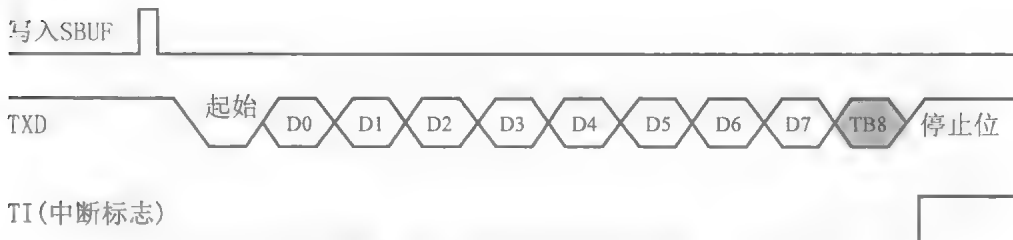

图 11.20 方式 2 或方式 3 发送
- 发送开始时，如图 11.20 所示。先把起始位 0 输出到 TXD 引脚，然后发送移位寄存器的输出位（D0）到 TXD 引脚。每一个移位脉冲都使输出移位寄存器的各位右移一位，并由 TXD 引脚输出。第一次移位时，停止位“1”移入输出移位寄存器的第 9 位，以后每次移位，左边都移入 0。当停止位移至输出位时，左边其余位全为 0。检测电路检测到这一条件时，让控制电路进行最后一次移位，并置 TI=1，向 CPU 请求中断。